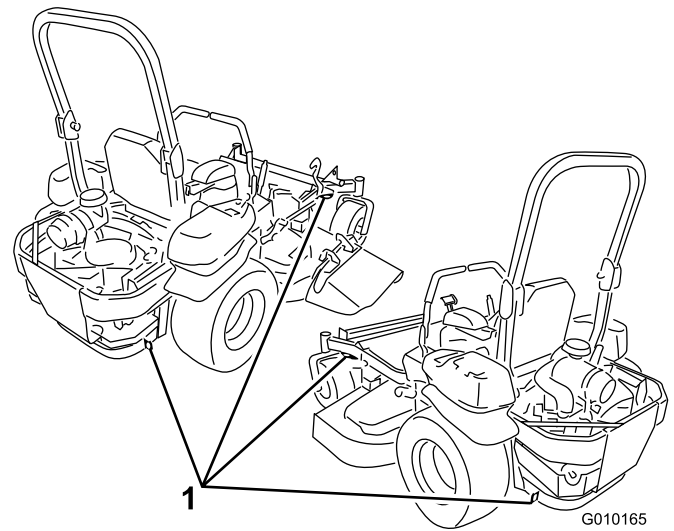

Bild 36
5. Befestigen Sie die Maschine mit den Metalbefestigungsschleifen und Riemen, Ketten, Kabel oder Seilen am Anhänger oder LKW (Bild 36).